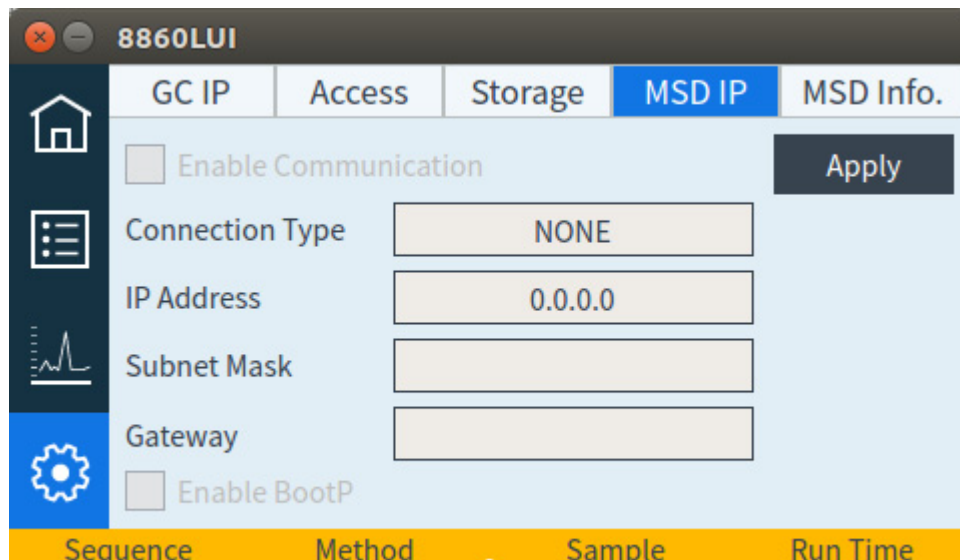

Figura 14. Pagina impostazioni del rivelatore MSD
- 1 Dal touchscreen, selezionare la pagina delle impostazioni, quindi la scheda di configurazione dell'MSD. Vedere **Figura 14**.